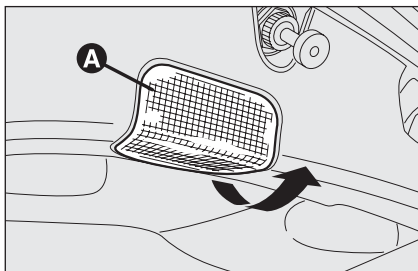

fig. 44
- estrarre la plafoniera **A-fig. 44** agendo nel senso indicato dalla freccia;